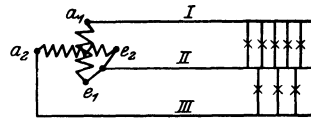

Abb. 179. Fortleitung zweiphasigen Wechselstromes.
**264.** Ein zweiphasiger Wechselstrom wird nach Abb. 179 durch drei Leitungen fortgeleitet. Die beiden Außenleiter haben je  $1 \Omega$  Widerstand, der gemeinsame Mittelleiter  $0,8 \Omega$ . In dem Außenleiter I fließt ein Strom von  $10 [12] \text{ A}$ , in dem andern (III) ein Strom von  $5 [7] \text{ A}$ . Gesucht wird: